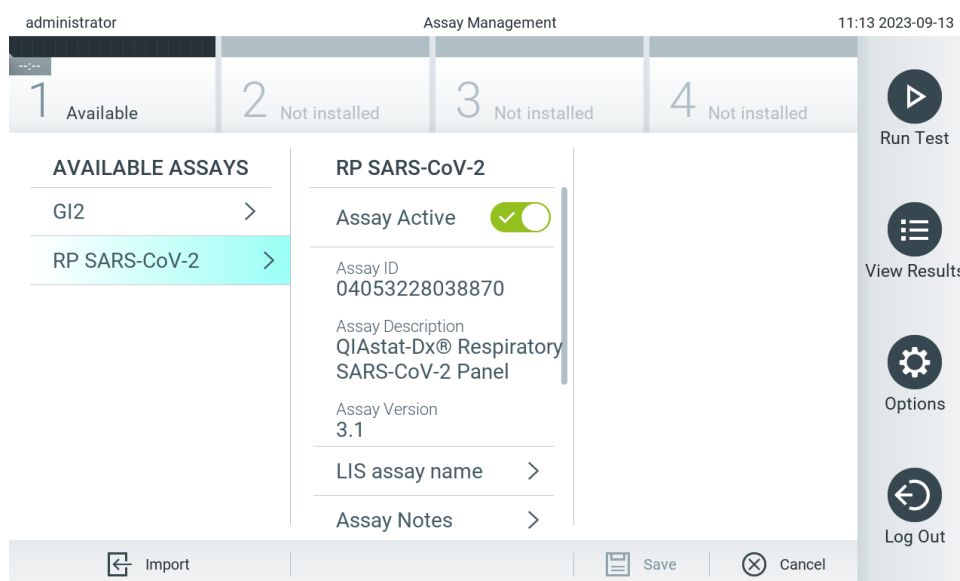

Figura 57. Gestionarea testelor disponibile.
1. Apăsați Options (Opțiuni) > Assay Management (Gestionarea testelor) pentru accesarea ecranului Assay Management (Gestionarea testelor). Testele disponibile sunt enumerate în prima coloană a zonei de conținut (Figura 57).